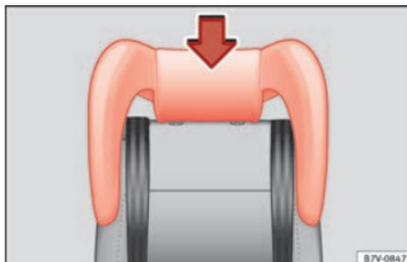

Abb. 95 Integrierter Kindersitz: Kopfstütze auf die seitliche Kopfstütze aufstecken und einbauen.
- Führungsstangen der Kopfstütze von oben durch die Öffnungen in der seitlichen Kopfstütze stecken » **Abb. 95**.